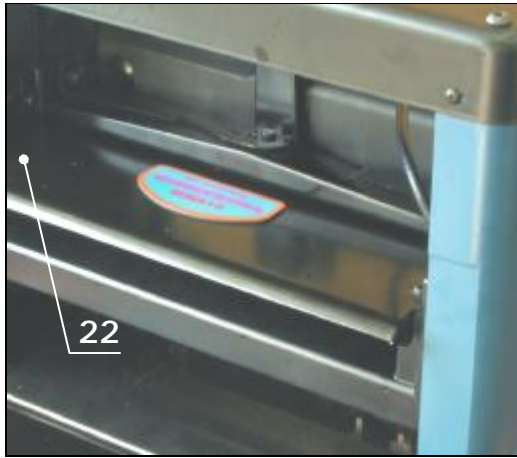

Рис. 17
3. Выверните два винта 22 (Рис.17) с шестигранными углублениями, чтобы обеспечить доступ к режущим пластинам.